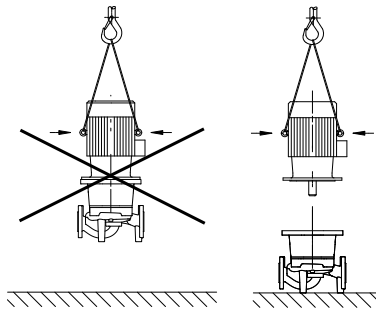

Fig. 15 : Transport du moteur
• N'utiliser les œillets de levage que pour le transport du moteur et non de la pompe complète (fig. 15).